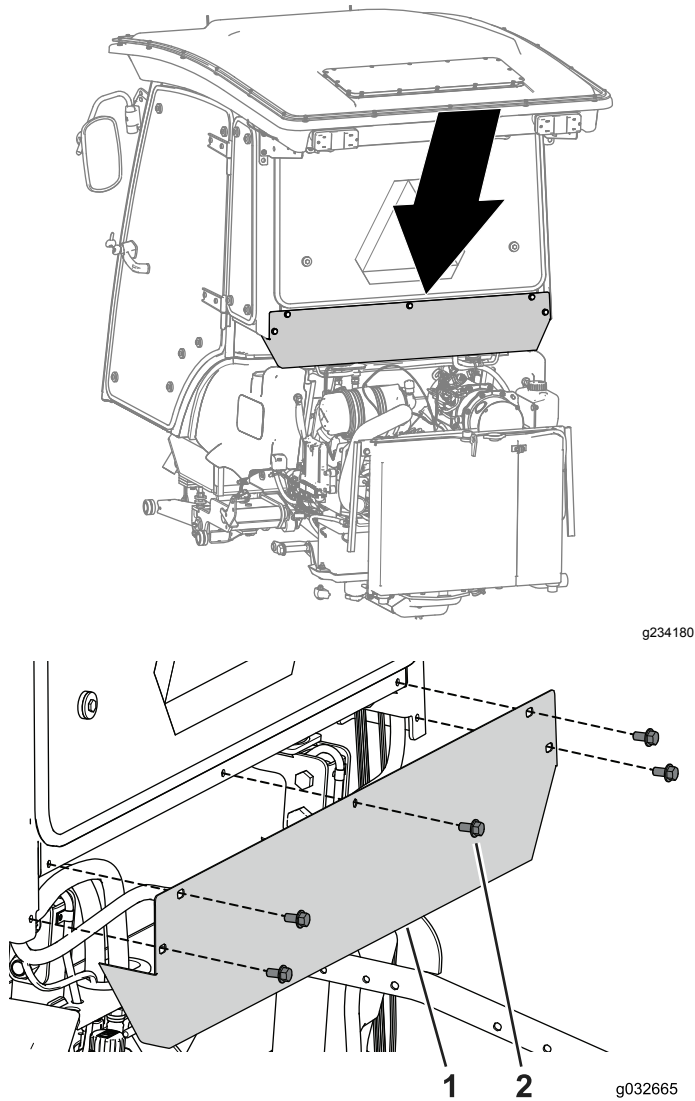

Figura 75
1. Utilice los 5 pernos ($\frac{3}{8}$ " x $\frac{3}{4}$ ") para sujetar la cubierta trasera a la máquina (Figura 75).